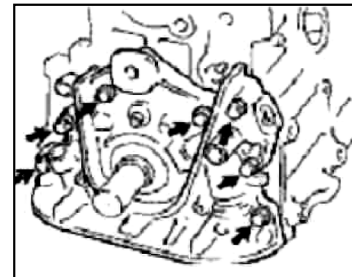

Рис. 85
8. Снимите масляный насос (Рис.85);